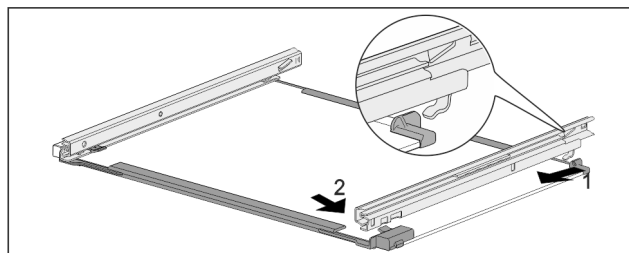

Fig. 180 Skleněná deska s kolejničkami
- ▶ Zahákněte kolejničku vzadu. Fig. 180 (1)
- ▶ Zaklapněte kolejničku vpředu. Fig. 180 (2)